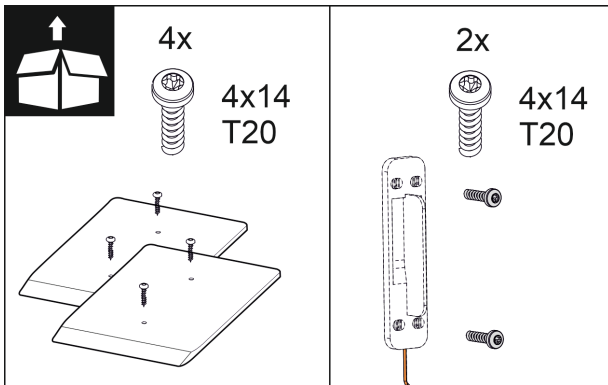

Fig. 16
2. Meegeleverde montageonderdelen controleren. *Fig. 10 () tot Fig. 16 ()*
### Montagedelen meegeleverd *Fig. 10 () tot Fig. 16 ()*